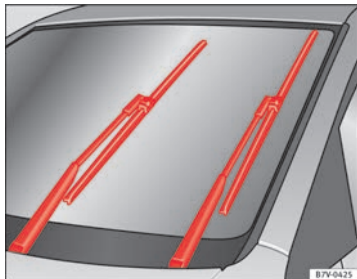

Abb. 130 Scheibenwischer in Servicestellung
- Die Zündung ein- und wieder ausschalten und anschließend (vor Ablauf von ca. 9 Sekunden) den Scheibenwischerhebel auf die Position Tippwischen stellen. Die Scheibenwischer stellen sich in die Servicestellung → Abb. 130.